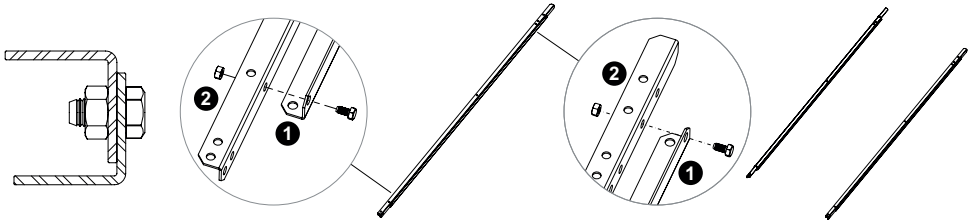

Figura 2.12
- 1 Avvitare la barra **1** alla barra **2**, utilizzando i bulloni M8 e i dadi inclusi nella confezione (Figura 2.12). Ripetere il passaggio anche per la seconda coppia di barre.